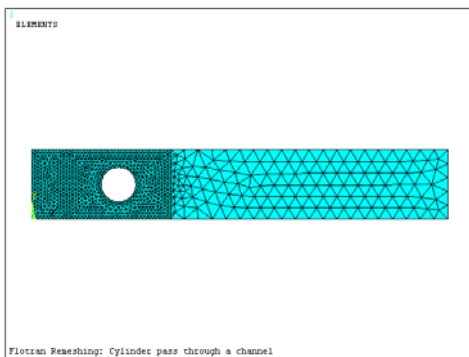

图 9-110 划分网格后的模型
⑮在“MeshTool”对话框（如图 9-105 所示）的“Mesh”选择列表中选择“Areas”，在 Shape 后选择 Tri<Free，单击 Mesh 按钮会弹出“Mesh Areas”对话框，用鼠标选择面 A5，单击“OK”按钮会生成面 A5 的网格，如图 9-110 所示。